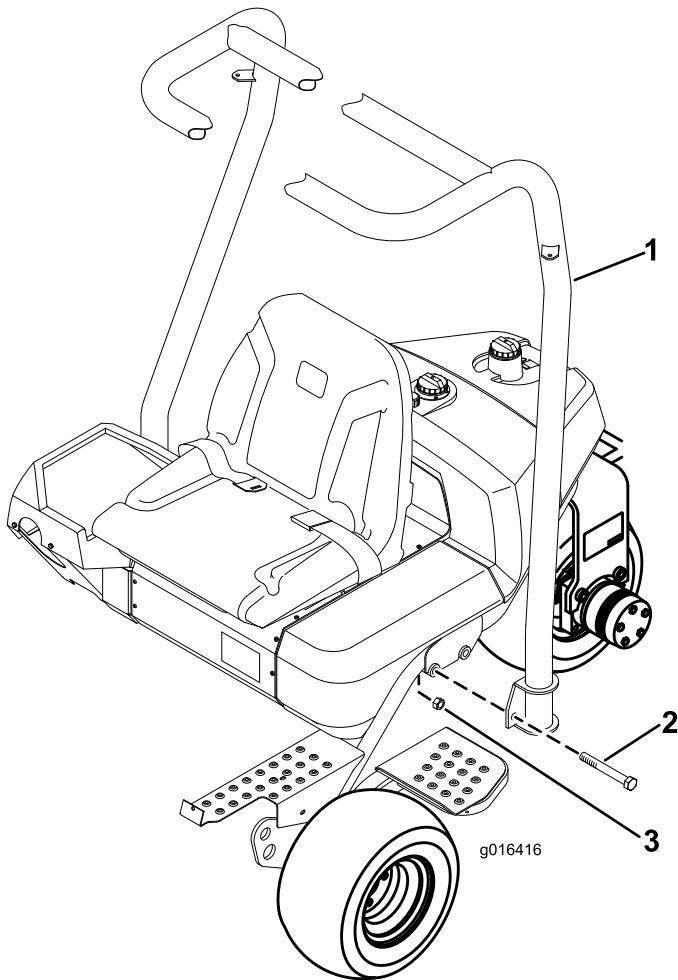

Figure 7
1. Positionnez le ROPS de sorte que la partie courbe en haut du tube soit dirigée vers l'avant de la machine (Figure 7).
2. Abaissez le ROPS sur le cadre en l'alignant sur les trous de fixation (Figure 7).
3. Fixez chaque côté du ROPS au cadre avec (2) boulons (5/8 x 4-1/2") et contre-écrous, comme illustré à la Figure 7. Serrez à un couple de 183 à 223 Nm.